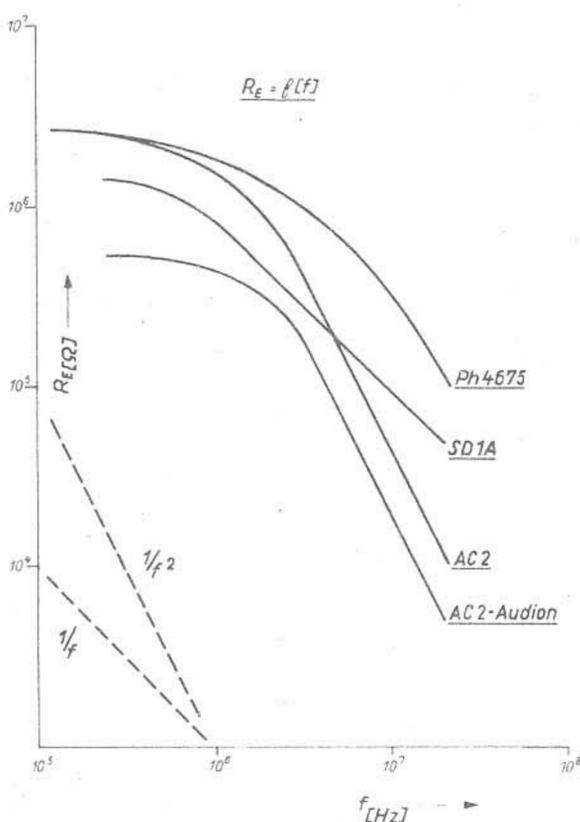

Abb. 4. Einige gemessene Werte
3. Ist auf der Einbauplatte ein Fenster ausgeschnitten, das aus der Vereinigung zweier quer zueinander stehender Schlitze entsteht, so ist die Wirkung analog einem Nebenschluss-Resonanzkreis mit unendlichem Scheinwiderstand (Abb. 4).
Die gemessenen Werte sind in der Abb. 4 eingetragen, wobei beide Achsen im logarithmischen Maßstab gezeichnet sind. Man sieht, dass bei den höheren Frequenzen die AC 2 ziemlich ungünstig liegt. Es treten schon ab 2 MHz die Laufzeitverluste besonders hervor. Diese wachsen umgekehrt mit dem Quadrat der Frequenz. Zum Vergleich ist der Verlauf einer Funktion $1/f^2$ gestrichelt eingezeichnet. Bei den ausgesprochenen UKW-Röhren SD1A und Ph 4675 treten die Laufzeitverluste bis ca 20 MHz weniger in Erscheinung. Es sind hier besonders die dielektrischen Verluste in den Zuleitungen und in den Sockeln massgebend, da hierbei der Verlauf der Kurve nach einer Funktion $1/f$ abfällt. Bei niedrigen Frequenzen ist die SD1A ungünstiger als die AC 2, das liegt daran, dass der Gitteranschluss der AC 2 gut durch Glas isoliert ist, während der Sockel und die Fassung der SD1A aus einem Isoliermaterial mit einem hohen Verlustwinkel bestanden. Für die Ph 4675 wurde eine Fassung aus Trolitul hergestellt, so dass diese Röhre in bezug auf den Eingangswiderstand am günstigsten abschneidet.